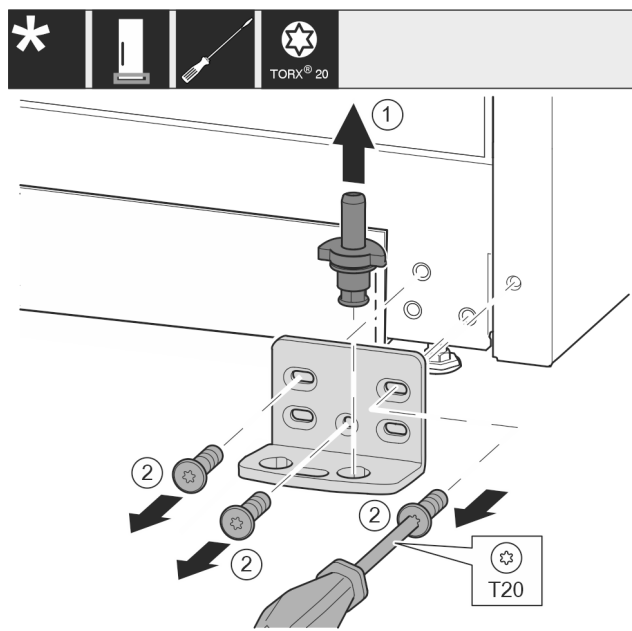

Fig. 16
- ▶ Extrageți complet bolțul de lagăr în sus. Fig. 16 (1)
- ▶ Extrageți prin rotire și detașați șuruburile cu șurubelnița T20. Fig. 16 (2)